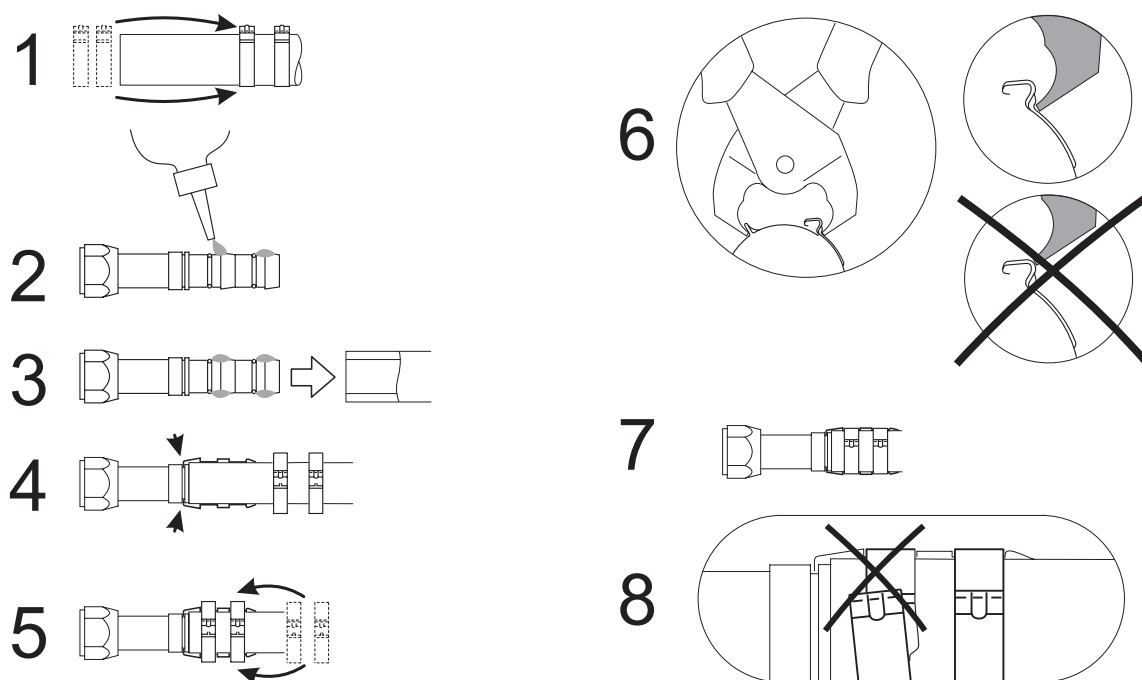

Рис. 403А Монтаж пружинных фиксаторов
4.2 Монтаж арматуры с пружинными фиксаторами (Рис. 403А)
- Надеть два хомута с пружинными фиксаторами соответствующего размера на отрезанный участок шланга (1). Ориентация хомутов не оказывает влияния на производительность соединения. Для того чтобы облегчить монтаж, оба хомута должны быть установлены одинаково.
- Тщательно смажьте ниппель хладагентом (2). Смазку **необходимо** производить для снижения усилия, требующегося для ввода ниппеля.
- Вставить ниппель в шланг (3). Для того чтобы убедиться, что ниппель правильно установлен, необходимо проверить зазор между концом шланга и буртиком ниппеля. При вводе ниппеля нельзя перегибать шланг или наносить ему другие повреждения. Необходимо удалить избыток смазки с ниппеля и шланга.
- Ввести бугель в канавку ниппеля так, чтобы плечики бугеля находились в направлении шланга (4). Если бугель установлен правильно, он может проворачиваться относительно ниппеля. Бугель позволяет так расположить хомут относительно уплотнительных колец, что при этом обеспечивается соединение, соответствующее действующей величине **давления**, поэтому бугель должен быть установлен.
- Поместить хомуты над плечиками бугеля в предусмотренные каналы (5).
- Затянуть хомуты специальными щипцами (7). При этом щипцы следует держать под прямым углом к точкам соединения с помощью хомутов (6) Прямой угол должен сохраняться и при затягивании хомутов.